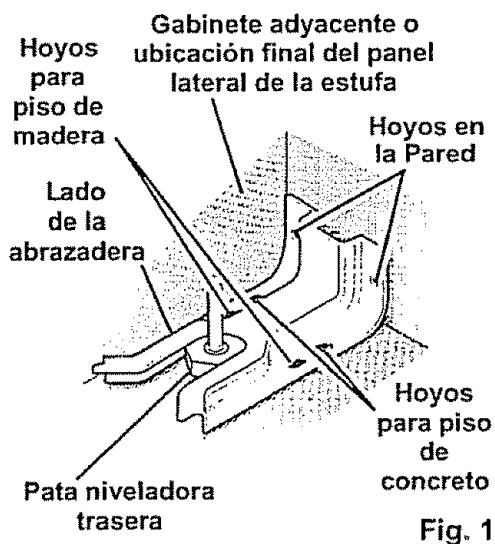

Fig. 1
- Use la abrazadera como un molde y marque las posiciones de 2 hoyos sobre la pared y las posiciones de 2 hoyos sobre el piso. Use los juegos de posiciones para madera o concreto dependiendo del tipo de piso. Vea la Fig. 1.
- B. Revise para asegurarse que la abrazadera **CONTRA VOLCADURAS** esté instalada y enganchada correctamente. Saque el panel de abajo o el cajón e inspeccione la **PATA NIVELADORA TRASERA**. Asegúrese que esté firmemente bien colocada dentro de la ranura. Vea la Fig. 1.